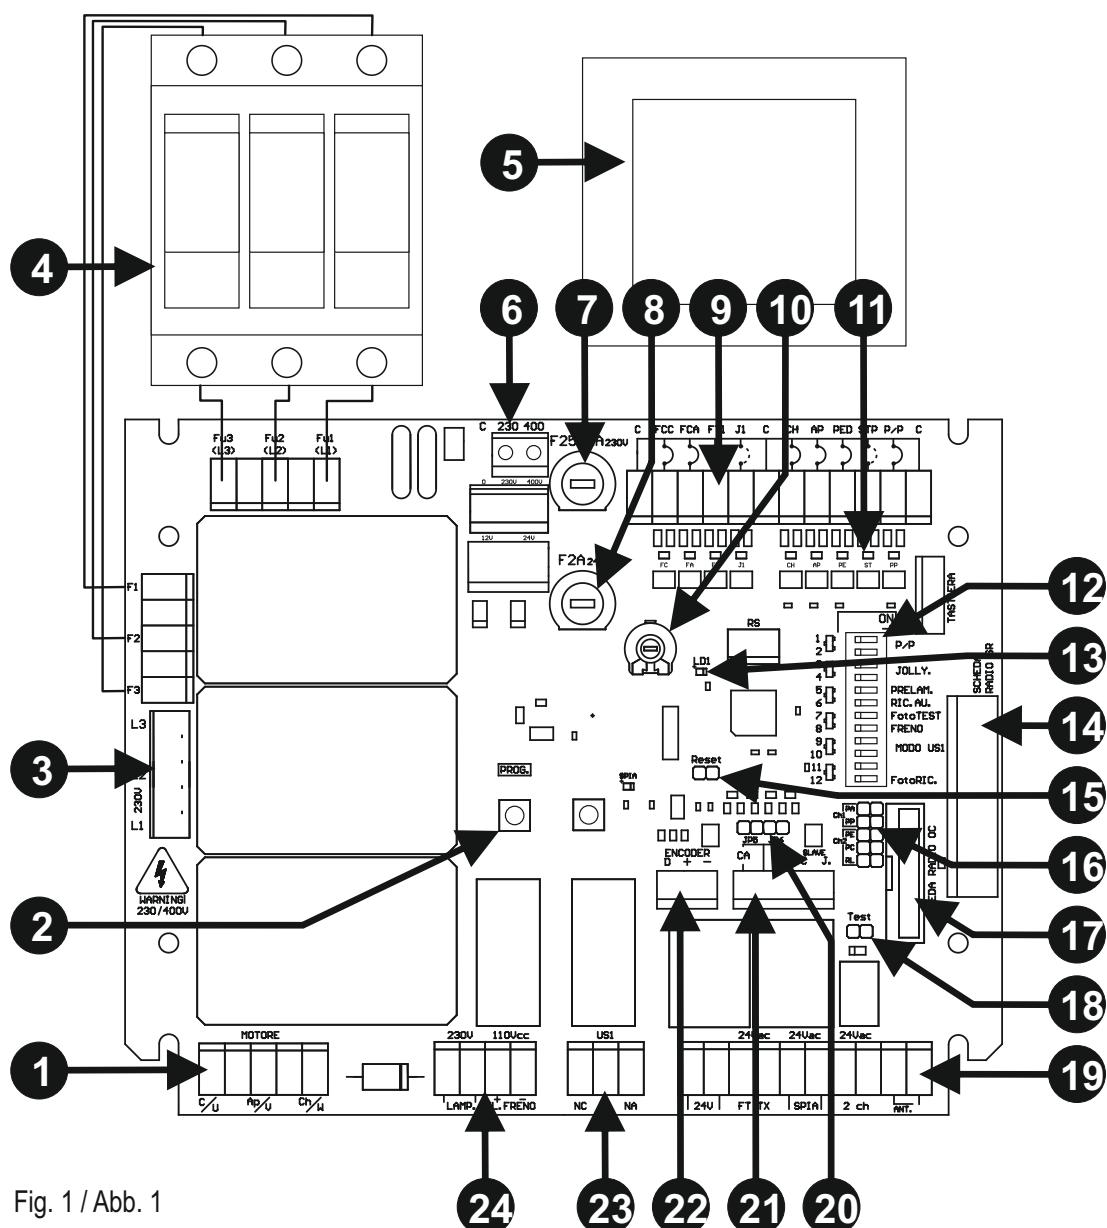

Fig. 1 / Abb. 1
- 3,4,5) Alimenter la logique de commande en maintenant la pression sur la touche PROG./STOP (pos. 6 - fig. 1) pendant au moins 3 s. La led programmation L1 s'allume. On obtient la même fonction en gardant la touche PROG./STOP enfoncee, en court-circuitant un instant les broches de réinitialisation (pos. 15 - fig. 1) et en relâchant la touche PROG./STOP quand la led L1 s'allume.
Les différentes options décrites sont sélectionnables avec le dip-switch fonctions (pos. 11 - fig.1).
- 2) Faire une réinitialisation, en coupant puis en redonnant l'alimentation électrique ou en court-circuitant un instant les broches RESET (détail 15 - fig.1). La touche PROG./STOP ne doit pas avoir été relâchée
- Con el foto test habilitado y la central de mando en stand by, los transmisores de las fotocélulas no son alimentados y la entrada FT1 está abierta (led apagado). En esta condición, es posible verificar, igualmente, el funcionamiento de las fotocélulas cortocircuitando el jumper Test (pieza 18 de la Fig 1).
UTILIZZO CON RICEVENTI RADIO MOD. OC2 (Optional part. 17 di fig. 1)